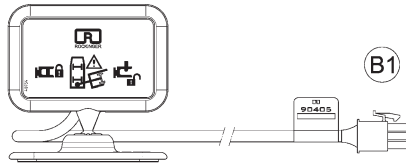

Abb. 2
- 1 x Display mit Verbindungskabel (Abb. 2).